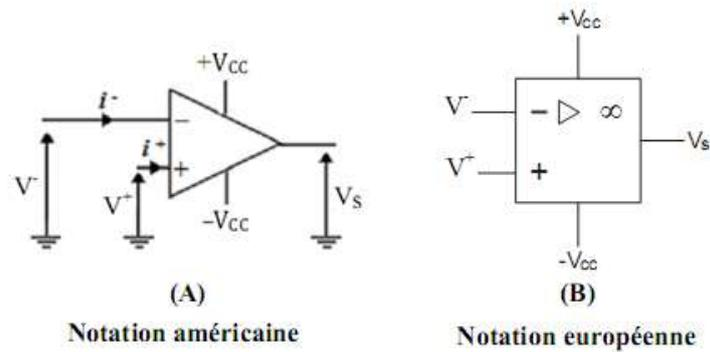

Figure 8.4 : Représentation schématique d’un amplificateur opérationnel varie suivant les pays.
Le symbole normalisé de l'AOP est donné par la **Figure 8.4 (B)** mais vous trouverez fréquemment dans les revues et les livres la représentation américaine qui vous est donnée par la **Figure 8.4 (A)**. Les tensions sont toutes définies par rapport à un nœud commun auquel l'amplificateur opérationnel est branché. Les courants sont tous définis comme entrant dans les bornes.